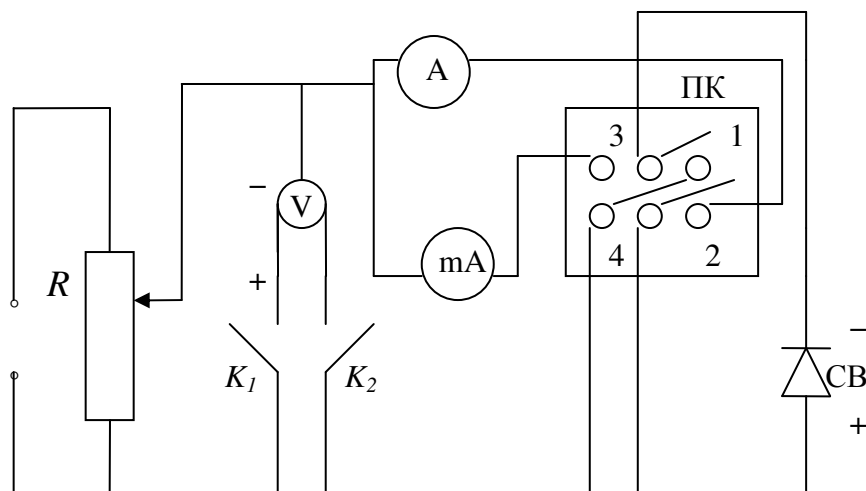

Рисунок 3.4. – Принципиальная схема экспериментальной
Рассмотрим схему для снятия вольтамперной характеристики селенового диода (рис.3.4). Вводим следующие обозначения:
1. Ознакомиться со схемой (рис.3.4).